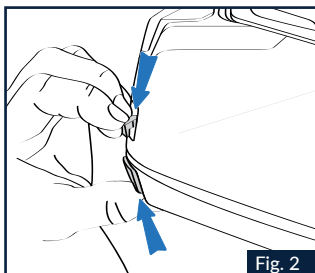

Fig. 2
1.2 Coloque el dedo índice encima de la palanca de apertura y empújela hacia abajo, de modo que la mentonera quede desbloqueada (Fig. 2).